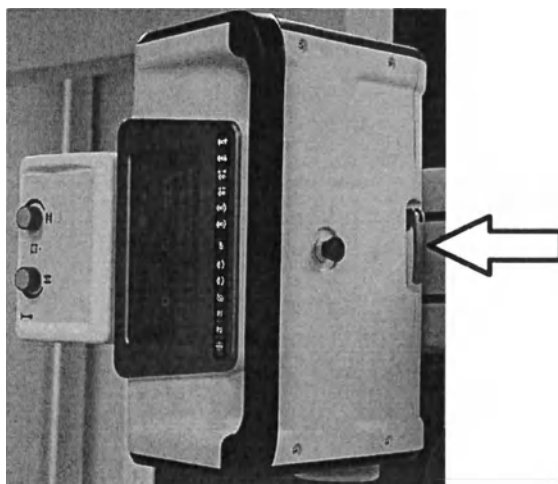

Рисунок 1.31 – Фиксатор положения трубки на излучателе для «УнивеРС-Флюорограф-МТ»-04
1. Взять за фиксатор положения трубки и привести его в вертикальное положение, тем самым сняв с фиксации положения. (см. рисунок 1.31);